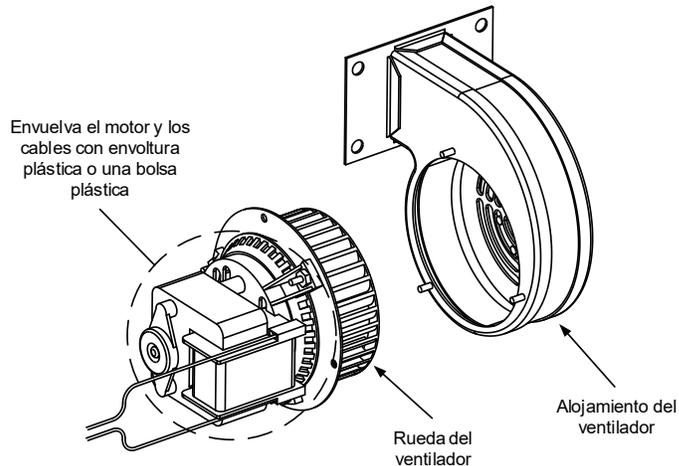

Figura 10
3. Envuelva el motor con envoltura de plástico para evitar que le entre agua (consulte la Figura 10). Rocíe producto desengrasante o detergente en la turbina y en la carcasa del ventilador. Deje remojar durante cinco minutos. Enjuague la turbina y la carcasa con agua potable caliente, luego seque con un trapo limpio.